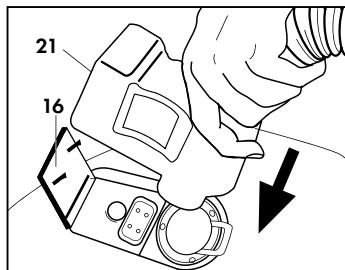

Fig. 10
Chiudere lo sportello della presa accessori (16) sul corpo dell'attacco rapido assicurandosi che i due particolari si aggancino. (Fig. 10)